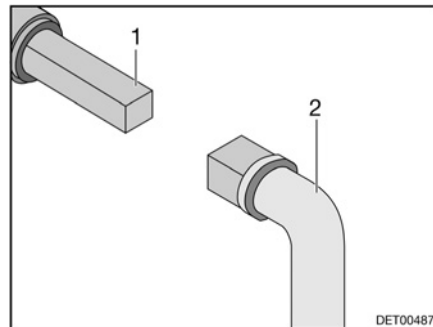

Fig. 107 Utilisation du robinet d'évacuation des eaux usées
- Insérer la clé (Fig. 107,2) sur la vis à quatre pans (Fig. 107,1).